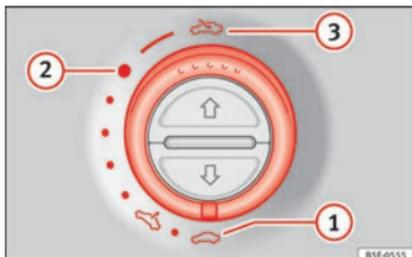

Fig. 11 Nel rivestimento interno del tetto: girare l'interruttore per aprire e chiudere.
- Apertura: girare la manopola sulla posizione » **fig. 11** (3).
- Posizione comfort: girare la manopola sulla posizione » **fig. 11** (2).
- Chiusura: girare la manopola sulla posizione » **fig. 11** (1).